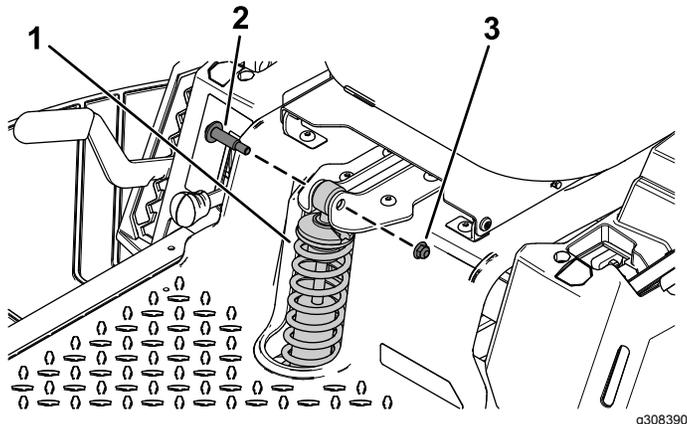

Figura 1
2. Togliete i 2 bulloni di spallamento e i 2 dadi di bloccaggio ( $\frac{3}{8}$ " ) che fissano la molla anteriore esistente (Figura 1).
3. Rimuovete la molla anteriore esistente (Figura 1).
Montate la nuova molla utilizzando i 2 bulloni di spallamento e i 2 dadi di bloccaggio ( $\frac{3}{8}$ " ) precedentemente rimossi come illustrato nella Figura 1.